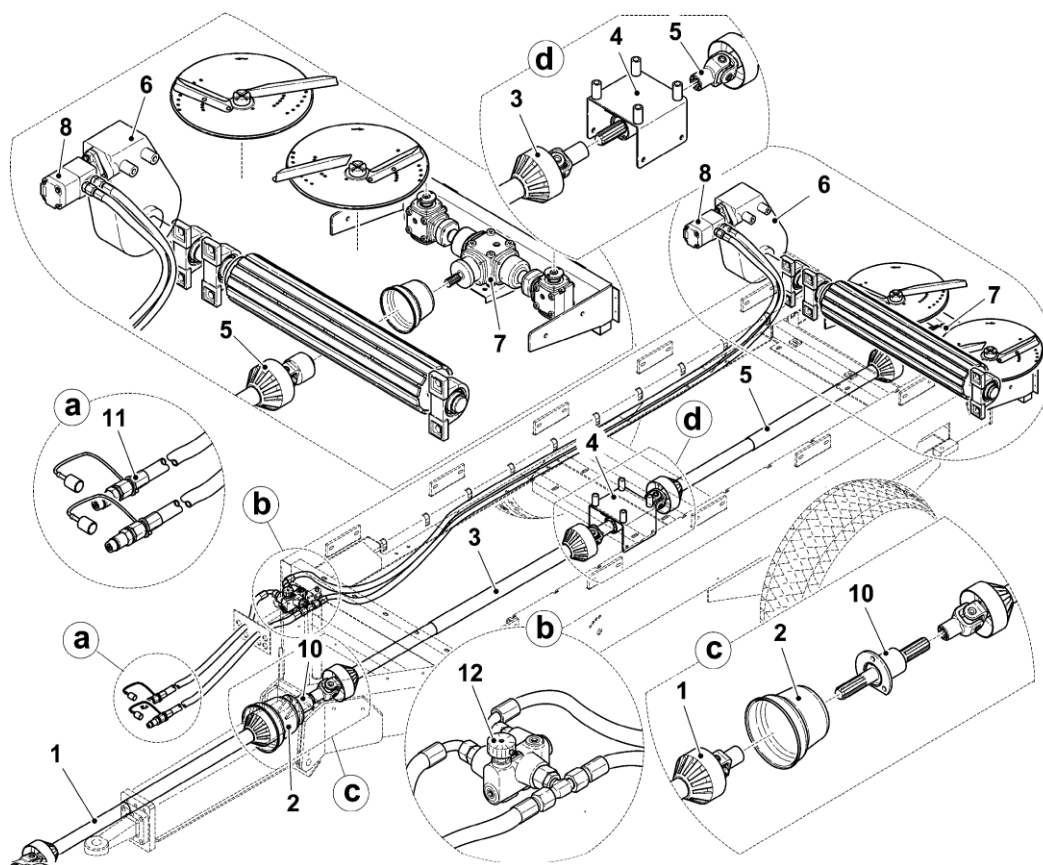

Рис.2 Схема привода конвейера и дисков разбрасывателя.
Привод напольного транспортера рис.2 осуществляется гидравлическим двигателем (8), установленным на коробке передач (6), которая накладывается на барабан приводного ремня. Скорость движения конвейера зависит от количества поданного масла на гидромотор, который регулируется компьютером машины. Скорость движения изменяется в зависимости от уровня удобрений в промежуточном баке, о чем сигнализирует указатель поплавка с помощью размещенных датчиков.
Привод механический высевающих дисков рис. 2 передается от ВОМ трактора через карданный вал (1) на втулку дышла (10) последовательно через приводной вал (3) на будку привода (4) через приводной вал (5) на коническую шестерню и на высевающие диски (7). Для получения оптимальных характеристик работы разбрасывателя обороты входного вала на ВОМ трактора должны быть 540 об/мин. Применение меньших или больших оборотов вызовет недопустимый высеv удобрений или даже повреждение элементов передачи привода. Компьютер может контролировать скорость вращения дисков, и в случае слишком низких оборотов отображать предупреждение.